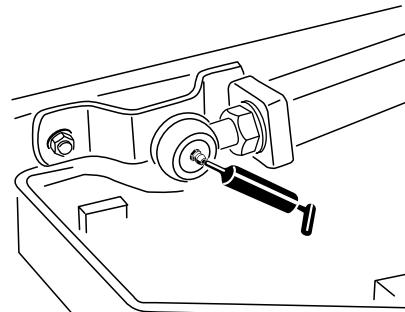

Figura 43
- Rótulas esféricas do braço de elevação (2) (Figura 43)